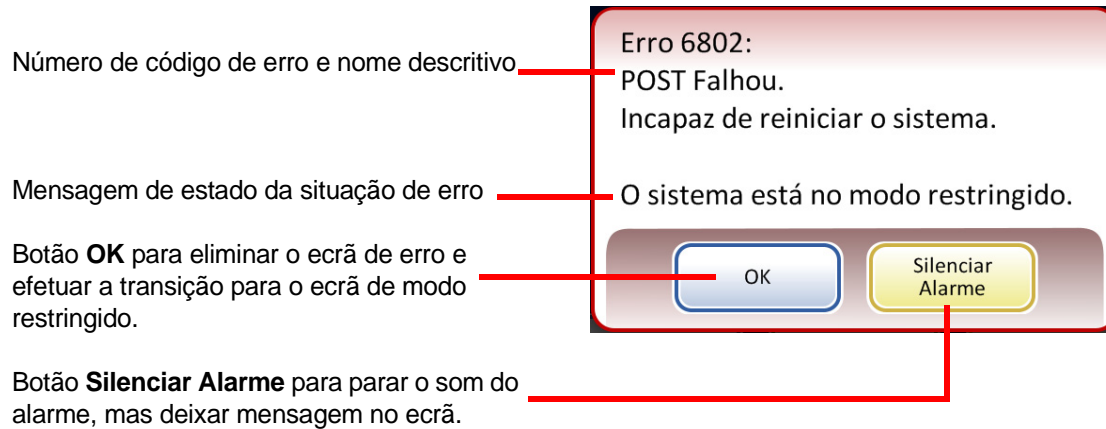

Figura 9-1 Detecção de um erro pelo sistema
- Exibe uma mensagem de erro e emite um alarme sonoro, se o mesmo estiver ativado (consulte Figura 9-1.) O sistema tenta recuperar (um minuto ou menos).